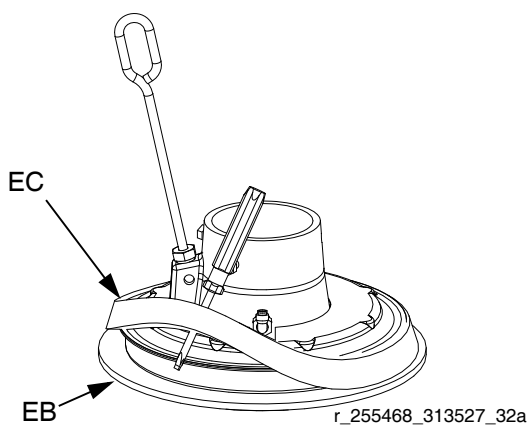

图 18：安装垫片
3. 从顶部开始操作，使用螺丝刀将垫片 (EC) 置于法兰和刮环 (EB) 之间。参见图 18。